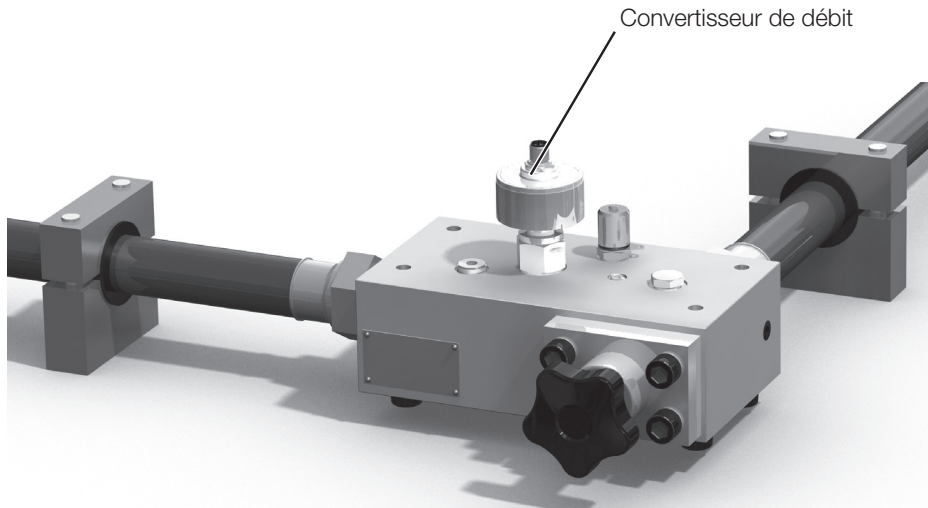

Fig. 3: Exemple d'installation
-  Ne jamais faire pivoter le convertisseur de débit (📖 Fig. 3 à la page 96) ni le dévisser du boîtier !